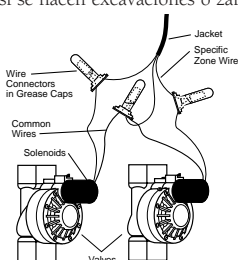

ILUSTRACIÓN 17: Conexión de los cables del programador a las válvulas
- Cada válvula tiene dos cables. Uno debe conectarse como el hilo neutro. Los hilos neutros de todas las válvulas se pueden conectar juntos a un hilo neutro que vaya al programador. El otro cable de la válvula se debe conectar al cable de la estación específica que controlará la válvula [Vea la ilustración 17].